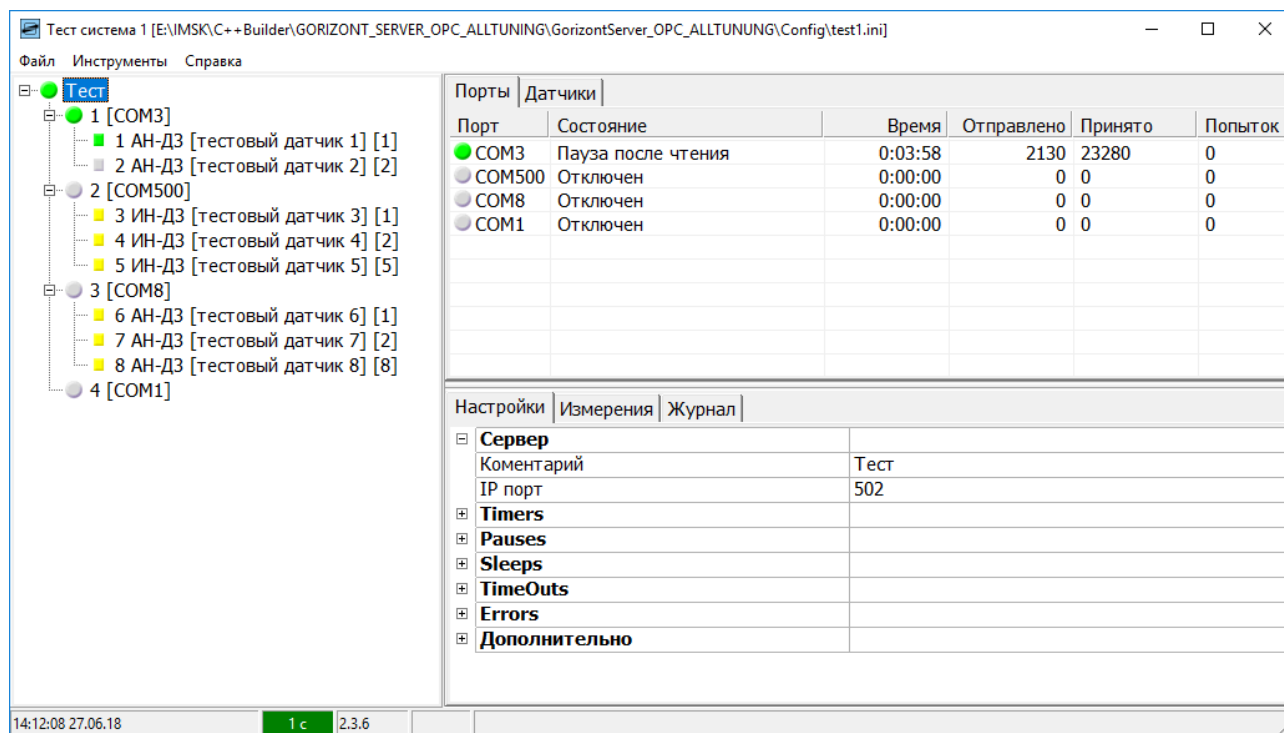

Рисунок 2.1
2.1 Главное окно программы представлено на рис. 2.1. Оно содержит следующие 3 панели:
2.2 Вкладка <Порты> панели показаний и состояний доступна, если на панели дерева выделен элемент <Сервер>, и отображает состояние подключенных COM-портов (рис. 2.1).